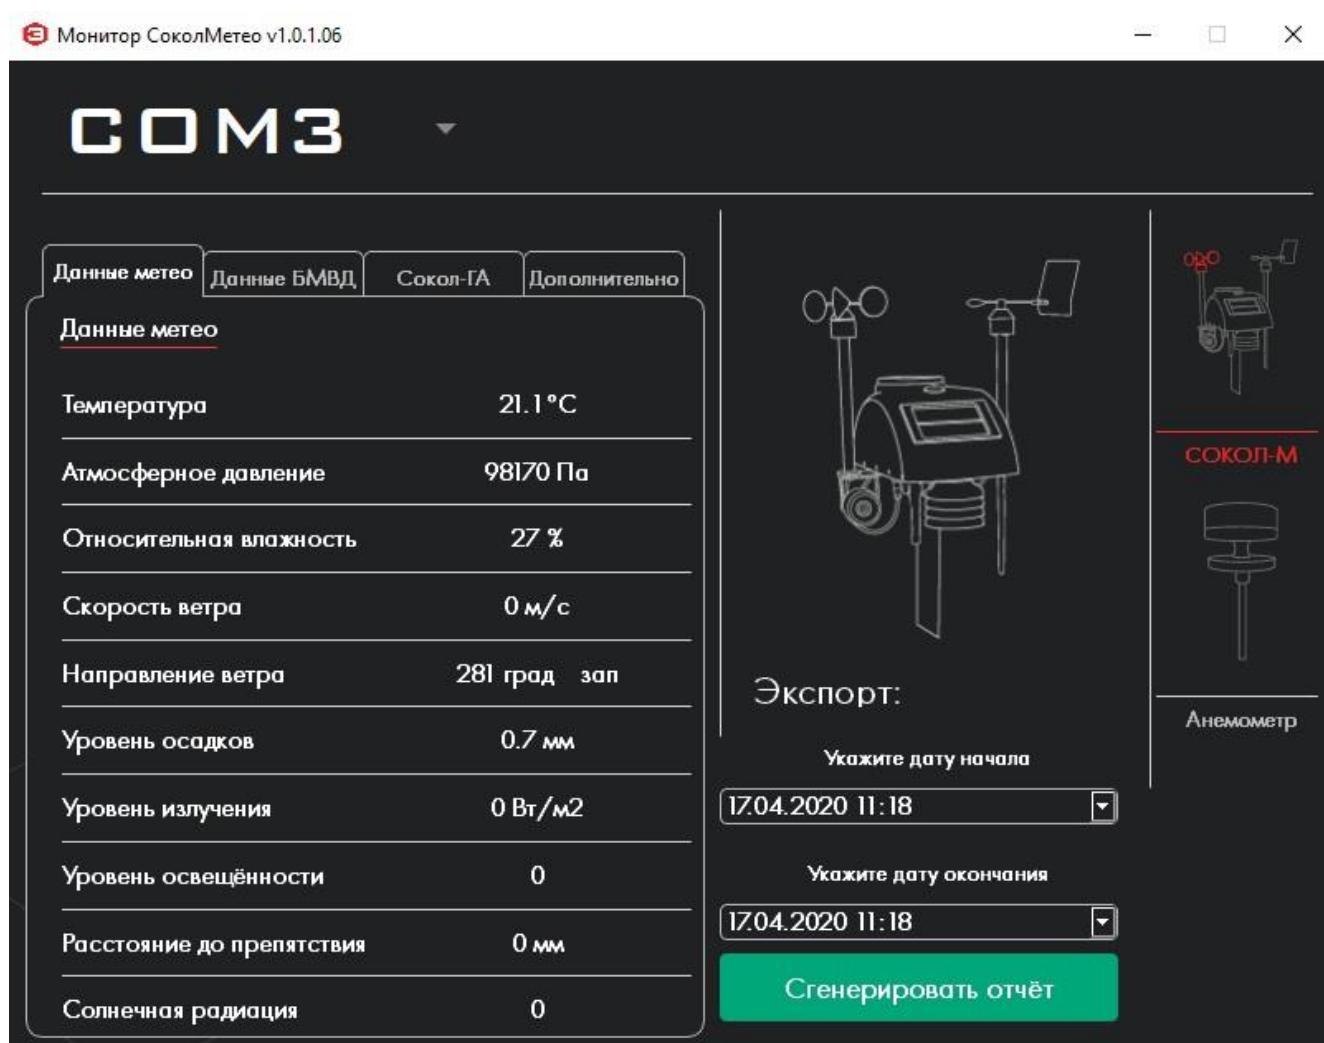

Рисунок 10 - Программное обеспечение Монитор СоколМетео
3) Работа с помощью программы Монитор СоколМетео (рис.10)